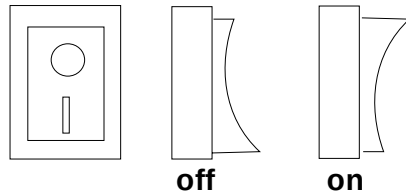

FIG. 1
- L'interruttore questo reddito in un laterale diritto della macchina, per procedere all'avviamento pressì l'interruttore di tale forma che quello circola rimanga nella zona che emerge. (FIG 1)
- Per fermare la macchina prema l'interruttore di tale forma che la riga rimanga nella zona che emerge. (FIG 1)